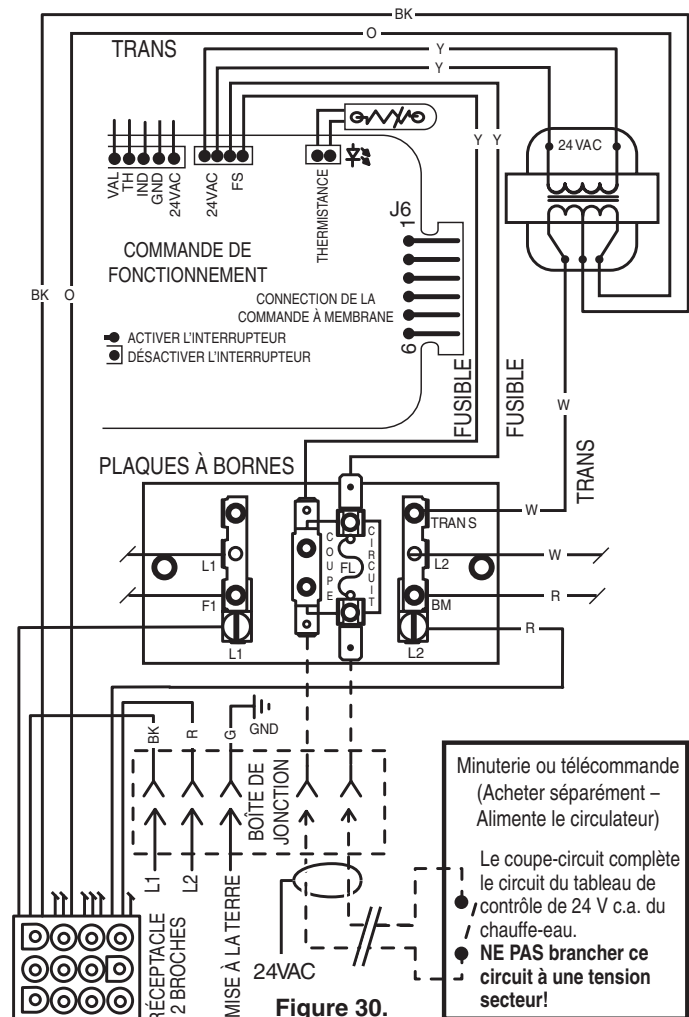

Figure 30.
- Brancher les fils entre les terminaux du coupe-circuit du chauffe-eau et le relais électrique. Brancher les fils de la commande ou de la minuterie au coupe-circuit. La commande, minuterie ou le relais doit être calibré pour une tension de 24 v c.a. à 0,5 ampère (parce qu'ils compléteront le circuit du tableau de commande sur le chauffe-eau, tel qu'illustré dans la figure 30). NE PAS câbler les terminaux du coupe-circuit avec une tension secteur. Utiliser un fil de calibre 18 avec une isolation de 3/64 po (1,2 mm) d'épaisseur, câblé pour une élévation de température d'au moins 105 °C.
2. Libérer le loquet de la porte avant et l'ouvrir. Retirer les deux vis de fixation qui fixent le panneau de haute tension et enlever ce dernier du boîtier. **Voir la figure 30.**